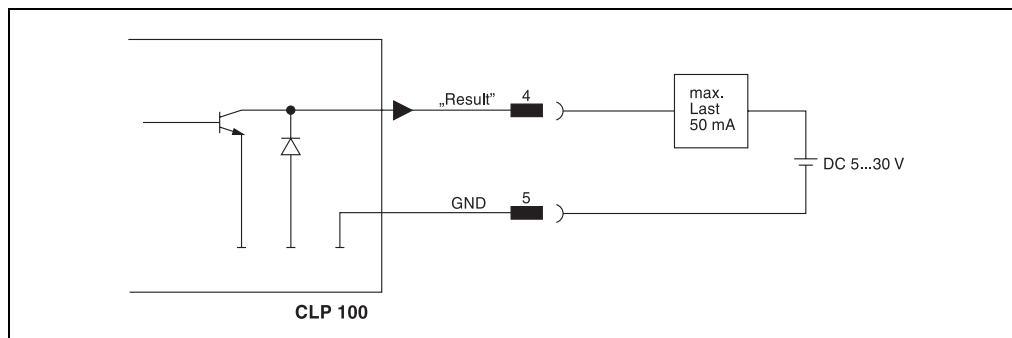

Abb. 5-4: Beschaltung des Schaltausgangs „Result“ (NPN)
Der Schaltausgang kann mit verschiedenen Ausgabefunktionen für den Ergebnis-Status belegt werden. Wenn das entsprechende Ereignis bei einem Lesevorgang eintritt, wird der Schaltausgang für die gewählte Impulsdauer stromführend. *Abbildung 5-4* zeigt die Beschaltung des Schaltausgangs „Result“. *Tabelle 5-5* enthält die Kenndaten für den Schaltausgang.
- Schaltausgang beschalten, wie in *Abbildung 5-4* beschrieben.